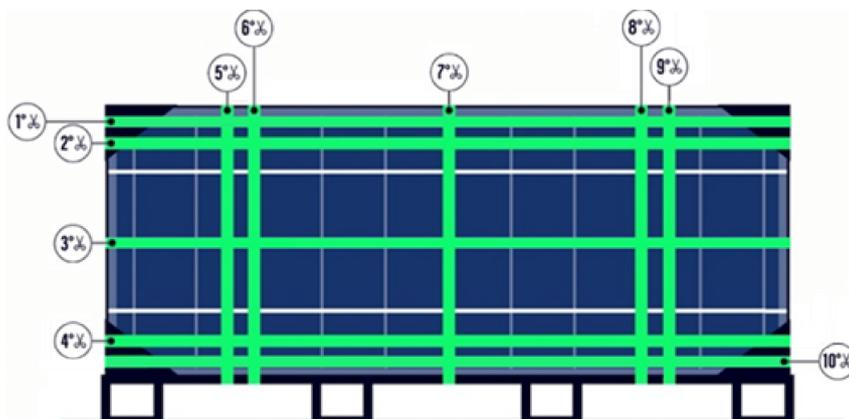

Figura 15: Posizioni delle cinghie interne.
- c) Tagliare nove delle cinghie interne. Per prima cosa tagliare le cinghie orizzontali #1 #2, #3, #4 (Figura 15), quindi tagliare le cinghie verticali #5, #6, #7, #8, #9, in qualsiasi ordine. Non tagliare la cinghia #10 fino al passaggio "e)".